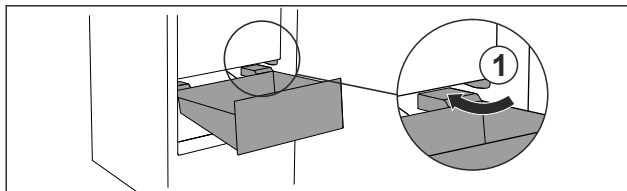

Fig. 116
- Zásuvku ved'te šikmo podél zářezek Fig. 116 (1).